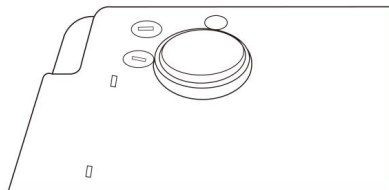

Abbildung 9-1 Auswechseln der Schmelzsicherung
Entfernen Sie den Sicherungshalter mit einem Kreuzschraubendreher in Pfeilrichtung (gegen den Uhrzeigersinn) und ersetzen Sie die beschädigte Sicherung durch eine von uns gelieferte oder freigegebene Primärsicherung. Schrauben Sie den Sicherungshalter in die entgegengesetzte Richtung, um ihn zu befestigen. Die Austauschmethode ist in Abbildung 9-1 dargestellt:
- Drücken Sie den Sicherungshalter nach unten und drehen Sie ihn gegen den Uhrzeigersinn, wie in Abbildung 9-1 gezeigt. Nachdem Sie die beschädigte Sicherung entfernt und durch eine neue ersetzt haben, drücken Sie den Sicherungshalter nach unten und drehen Sie ihn im Uhrzeigersinn.